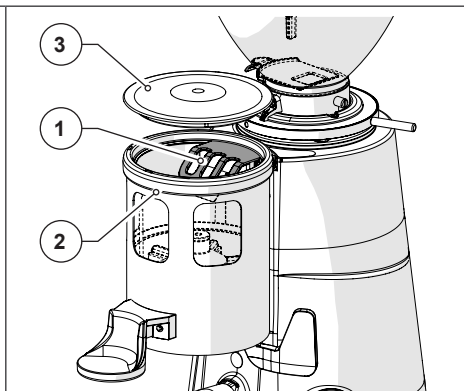

Fig. 4
- **Protección salida del café en molinillos dosificadores (Fig. 4)**